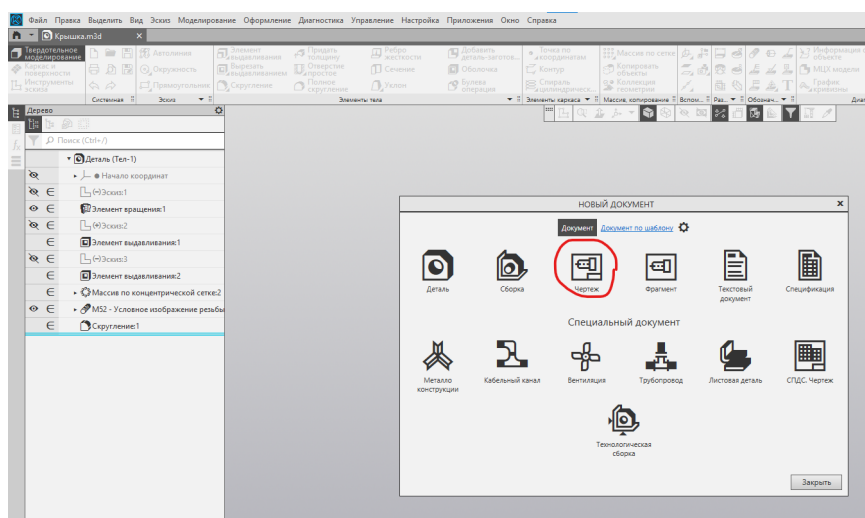

Рисунок 2 – Второй способ создания чертежа по модели
13.1.2 Способ 2: в окне с 3D моделью вызовите меню «Файл», далее выберите строчку «Создать» и в диалоговом окне нажмите «Чертеж» (рис. 2).